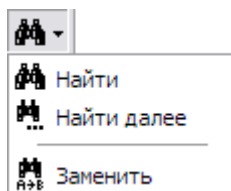

Рис. 3.16
1. На панели инструментов **Стандартная** выберите инструмент **Поиск** . При этом откроется меню (Рис. 3.16).